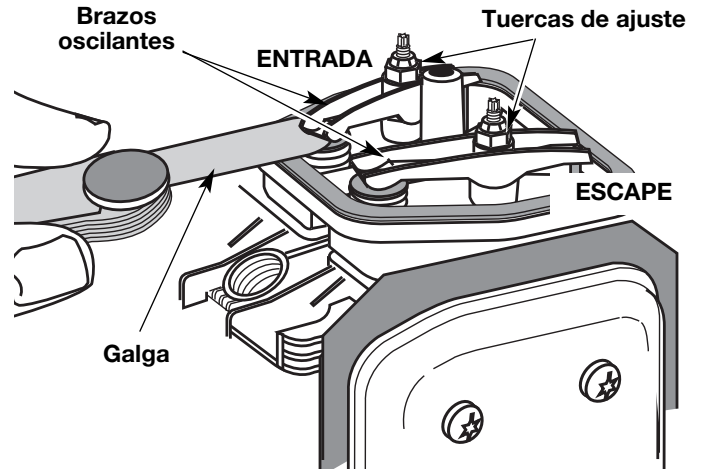

Fig. 37
9. Deslice la galga entre el brazo oscilante y el resorte de retorno de la válvula. Mida el huelgo entre el vástago de la válvula y el brazo oscilante (Fig. 37). Realice esto en las válvulas de entrada y de escape
Use una galga regular de automóvil de .005 y .015 pulgadas (0.127 y 0.381 mm). La galga debe deslizarse entre el brazo oscilante y el vástago de la válvula con una ligera cantidad de resistencia, sin doblarse (Figs. 37 & 38).